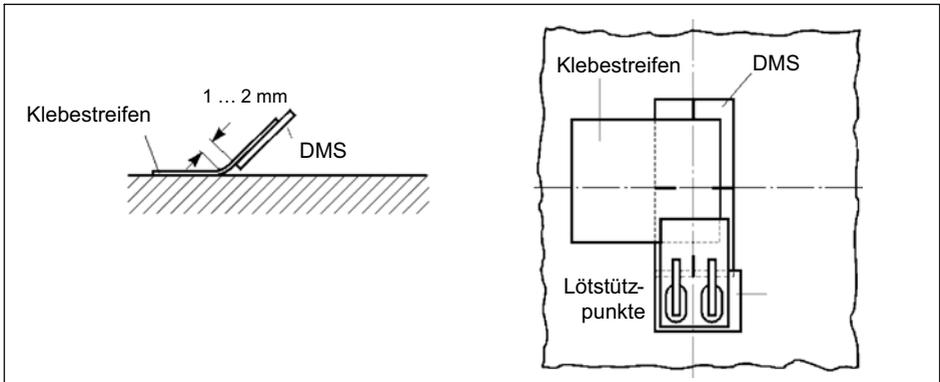

Abb. 3.7 Ansetzen des Dehnungsmessstreifens am Messobjekt
- Richten Sie den DMS an der nach *Abschnitt 3.4.2, Seite 32*, vorbereiteten Messstelle so aus, dass sich die Achsmarkierungen des DMS mit den Anrisslinien decken. Drücken Sie dann den Klebestreifen an, *Abb. 3.7*, wodurch eine scharnierartige Verbindung zwischen DMS und Bauteil entsteht.